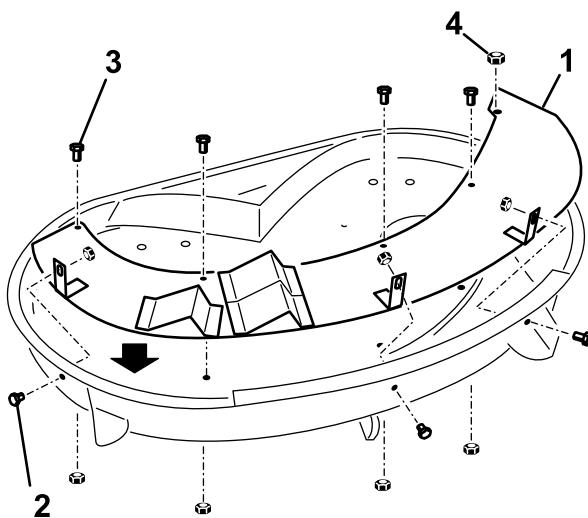

Figure 2
1. Montez le déflecteur supérieur en orientant les languettes dans le plateau de coupe comme illustré à la Figure 2. Vérifiez que le filetage de la tige de l'éjecteur dépasse par le trou du déflecteur.